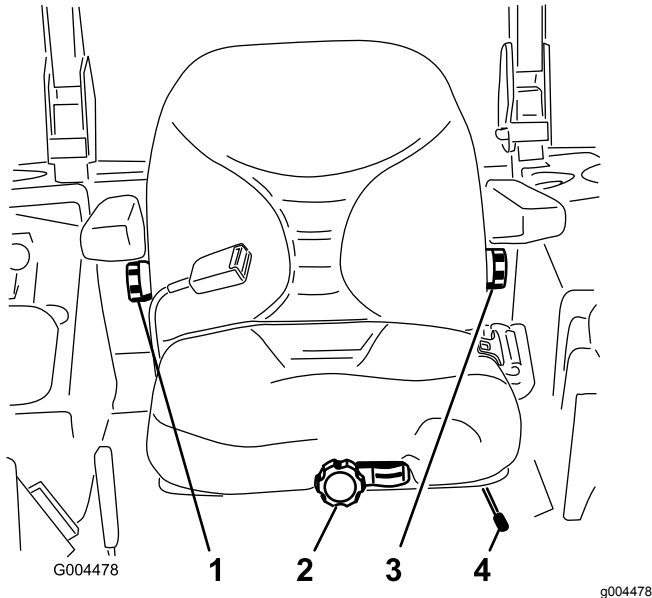

Figura 13
1. Mueva la palanca lateralmente para desbloquear el asiento (Figura 13).
Para ajustarlo, gire el pomo situado debajo del reposabrazos derecho en cualquier sentido hasta encontrar la posición más cómoda (Figura 13).
Para ajustarlo, gire el pomo situado debajo del reposabrazos izquierdo en cualquier sentido hasta encontrar la posición más cómoda (Figura 13).